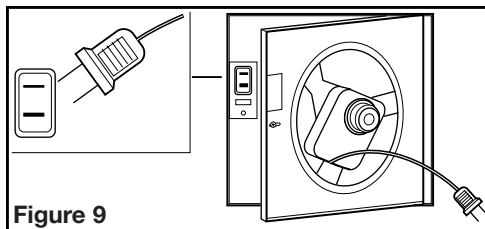

Figure 9
1. Reinstall the fan's venturi by holding it at approximately a 45 degree angle, hook the two tabs on the venturi into the slots on the housing and secure in place by tightening the venturi screw. Rotate the blower wheel by hand to ensure it spins freely. Now plug the fan motor into the receptacle (**Figure 9**).
1. Réinstaller le venturi du ventilateur en le tenant à un angle d'environ 45 degrés, accrocher les deux onglets sur le venturi dans les fentes sur le cabinet et fixer en place en serrant les vis du venturi. Faire tourner la roue de la soufflante à la main pour s'assurer qu'elle tourne librement. Maintenant, connecter le moteur du ventilateur dans le réceptacle (**Figure 9**).